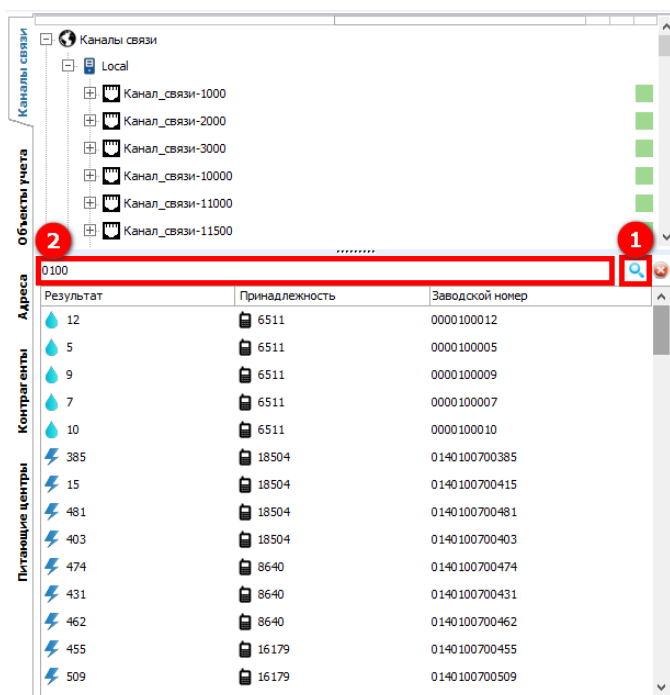

Рисунок 85 – Поиск данных в дереве
В правом нижнем углу дерева **Каналы связи, Объекты учета, Адреса, Контрагенты** или дерева **Питающие центры** находится кнопка поиска (1) (см. рисунок 85), которая позволяет произвести поиск информации в данном дереве.